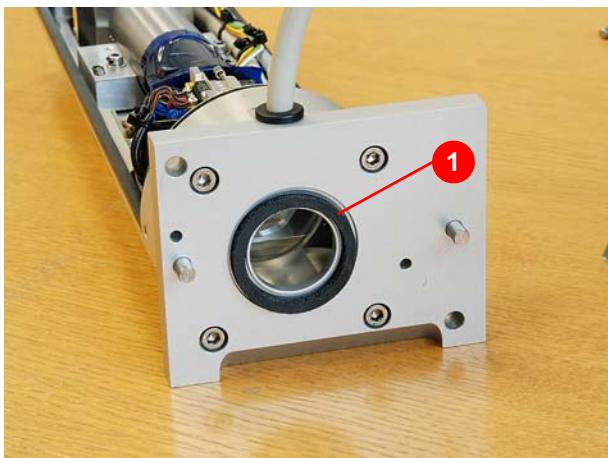

Abbildung 8.3 Dichtring entnehmen
4. Dichtring (1) (Abbildung 8.3) entnehmen.
- Hinweis:** Dichtring (siehe Abbildung 8.3, Seite 76) wieder einsetzen.